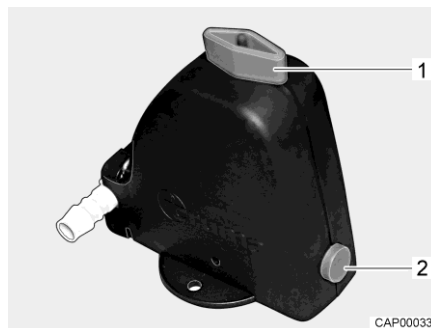
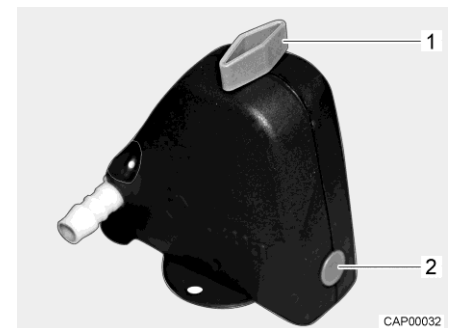

Fig. 94 Válvula de seguridad/purga abierta
Fig. 95 Válvula de seguridad/purga cerrada
- Cerrar la válvula de seguridad/purga. Para ello, girar el botón giratorio (Fig. 94,1) a la posición transversal en referencia a la válvula de seguridad/purga y hundir el botón (Fig. 94,2). La válvula de seguridad/purga cerrada se muestra en Fig. 95. A temperaturas inferiores a 6 °C, la válvula de seguridad/purga no se deja cerrar.